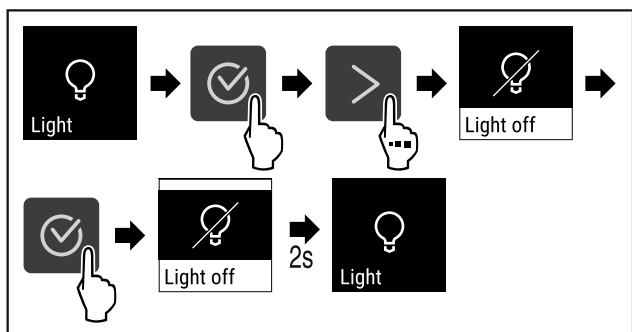

Fig. 68
► Udfør handlingstrinene (se Fig. 68).